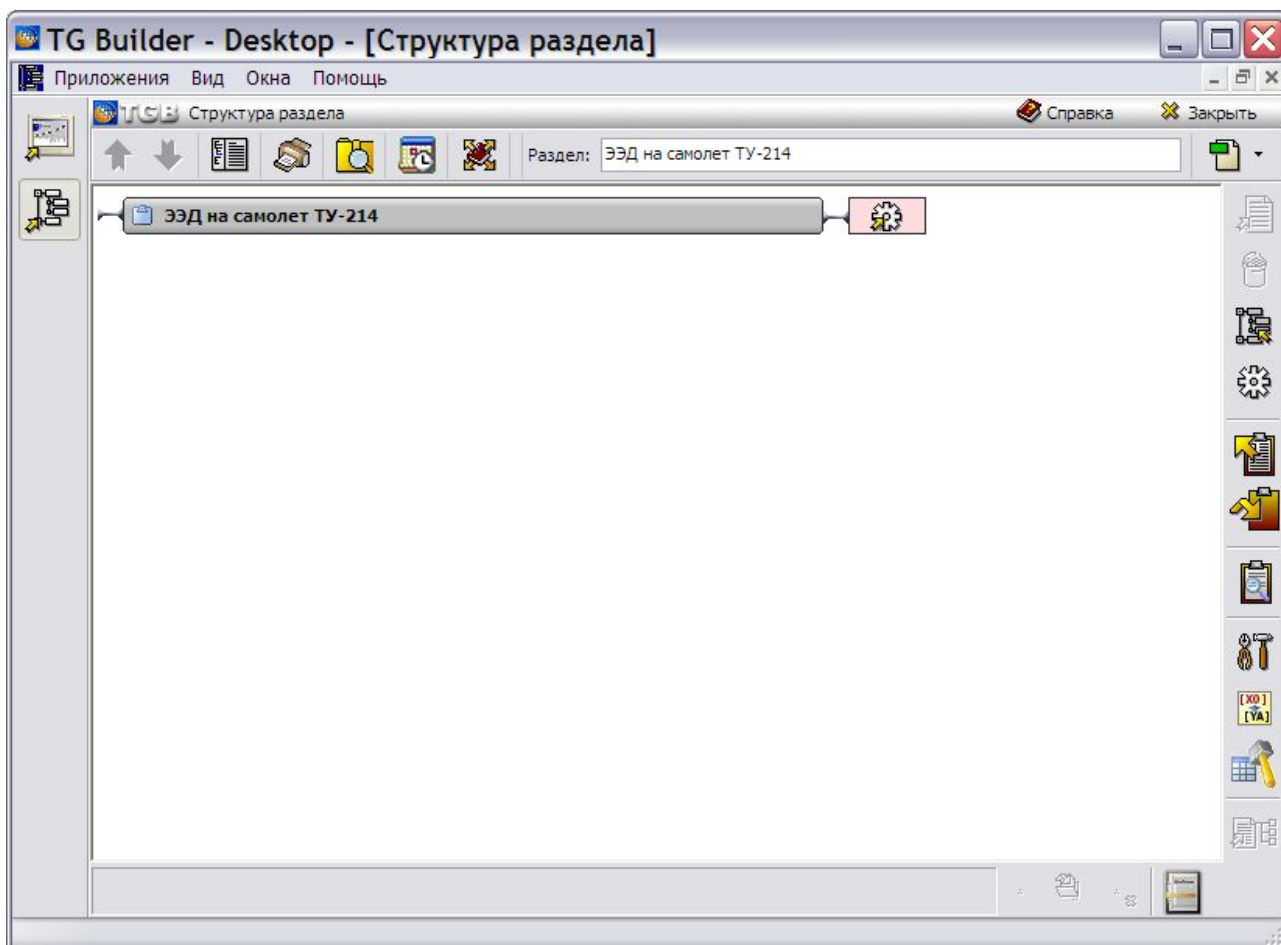

Рис. 11.17
1. Откройте проект, для которого создана очередь поставки. При этом появится диалоговое окно **Структура раздела** (Рис. 11.17).